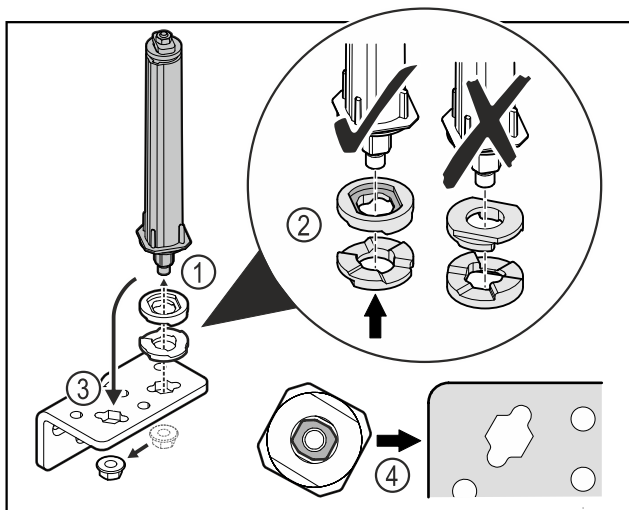

Fig. 37
- ▶ Povolte matici a odstraňte uzavírací systém dvířek Fig. 37 (1).
- ▶ Dbejte na správné vyrovnaní výškově stavitelných podložek Fig. 37 (2).
- ▶ Přesaďte uzavírací systém dvířek v úhelníku závěsu a upevněte jej maticí Fig. 37 (3).
- ▶ Při nasazování dbejte na správné vyrovnaní uzavíracího systému dvířek Fig. 37 (4).